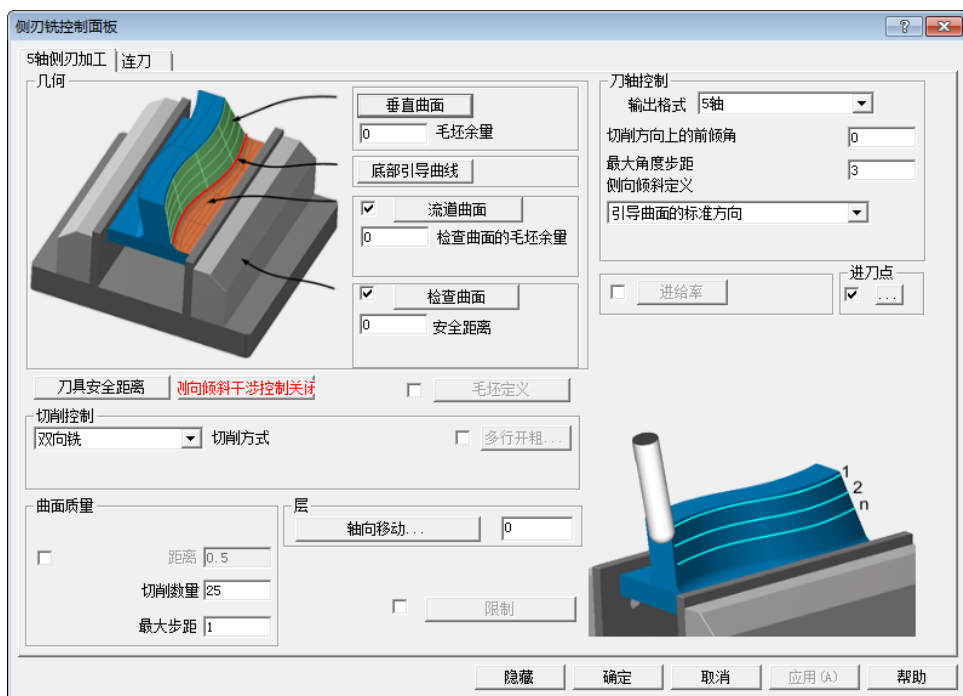

图 5-110 “侧刃铣控制面板”对话框 (3)
3) 单击“刀路轨迹”后的“进入”按钮, 弹出“侧刃铣控制面板”对话框, 设置参数如图 5-110 所示。